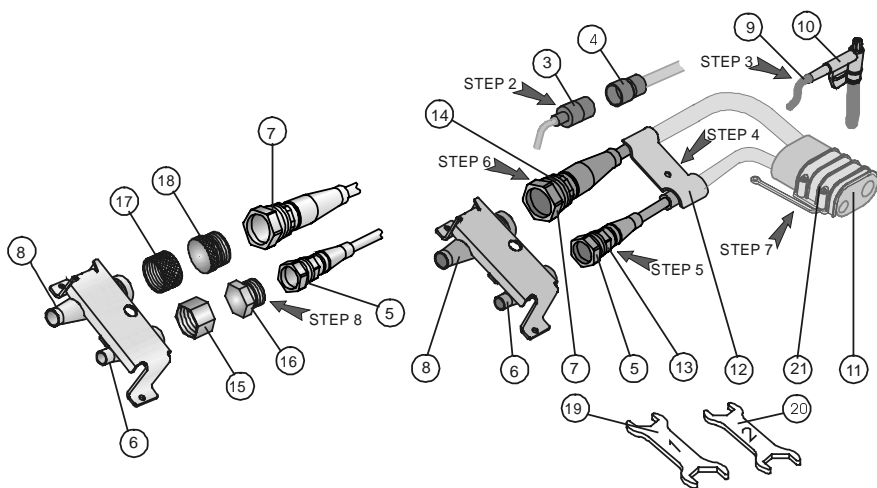

Figure 11
- ETAPE 2.** Débrancher le connecteur électrique (3) et l'enlever de son logement (4).
- ETAPE 3.** Séparer le tuyau de drainage (9) du bac de récupération (10).
- ETAPE 4.** Enlever le collier (12) en desserrant sa vis.
- ETAPE 5.** Desserrer le raccord haute pression (5) de la pièce avec lequel il correspond (6) en la dévissant de la façon suivante:
- Maintenir l'écrou hexagonal (13) à l'aide de la clé numéro 2 fournie (20) et dévisser avec la clé numéro 1 fournie (19) l'écrou hexagonal (5).
- Dévisser doucement l'écrou (5) et séparer les 2 pièces (5) et (6).
- ETAPE 6.** Desserrer le raccord basse pression (7) de la pièce avec lequel il correspond (8) en la dévissant de la façon suivante:
- Maintenir l'écrou hexagonal (14) à l'aide de la clé numéro 2 fournie (20) et dévisser avec la clé numéro 1 fournie (19) l'écrou hexagonal (7).
- Dévisser doucement l'écrou (7) et séparer les 2 pièces (7) et (8).
- ETAPE 7.** Enlever le collier du tuyau de raccordement (21) en desserrant sa vis.
- ETAPE 8.** Pour protéger les orifices du tuyau de tout matériel ou contamination, bouchez-les à l'aide des prises et des couvercles ; se référer à la figure 11. Insérez la prise (16) dans l'écrou (5), la prise (18) dans l'écrou (7). Mettre (15) sur la pièce (6) et mettre (17) sur la pièce (8). Resserrer légèrement tous ces éléments.